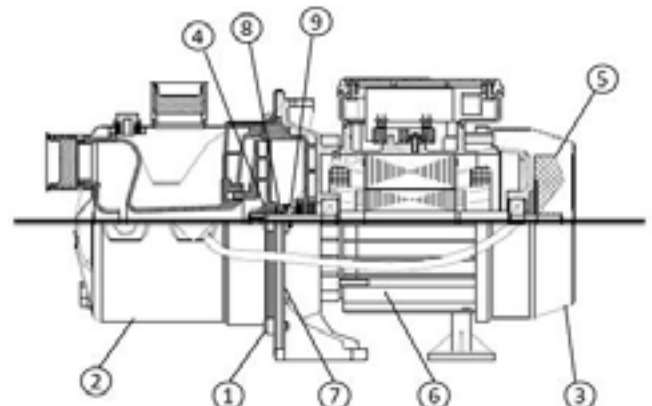

FIGURE 3 • FIGURE 3 • FIGURA 3
**REPLACING MECHANICAL SEAL (Figure 3):**
**Remplacement du joint mécanique (figure 3) :**